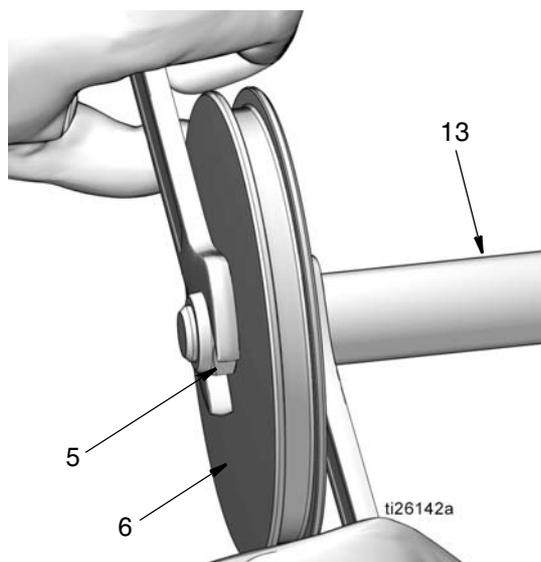

FIG. 48
- Monte la tuerca (5) en el extremo del vástago del pistón (13). Utilice dos llaves, trabajando en direcciones opuestas, para apretar la tuerca. Fije una llave de boca en la parte plana del vástago del pistón y con la otra llave apriete la tuerca (5) como se observa en FIG. 48.